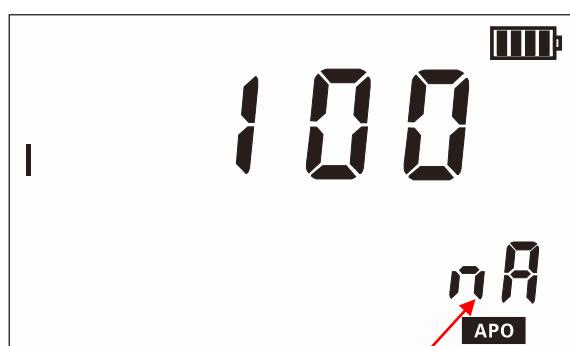
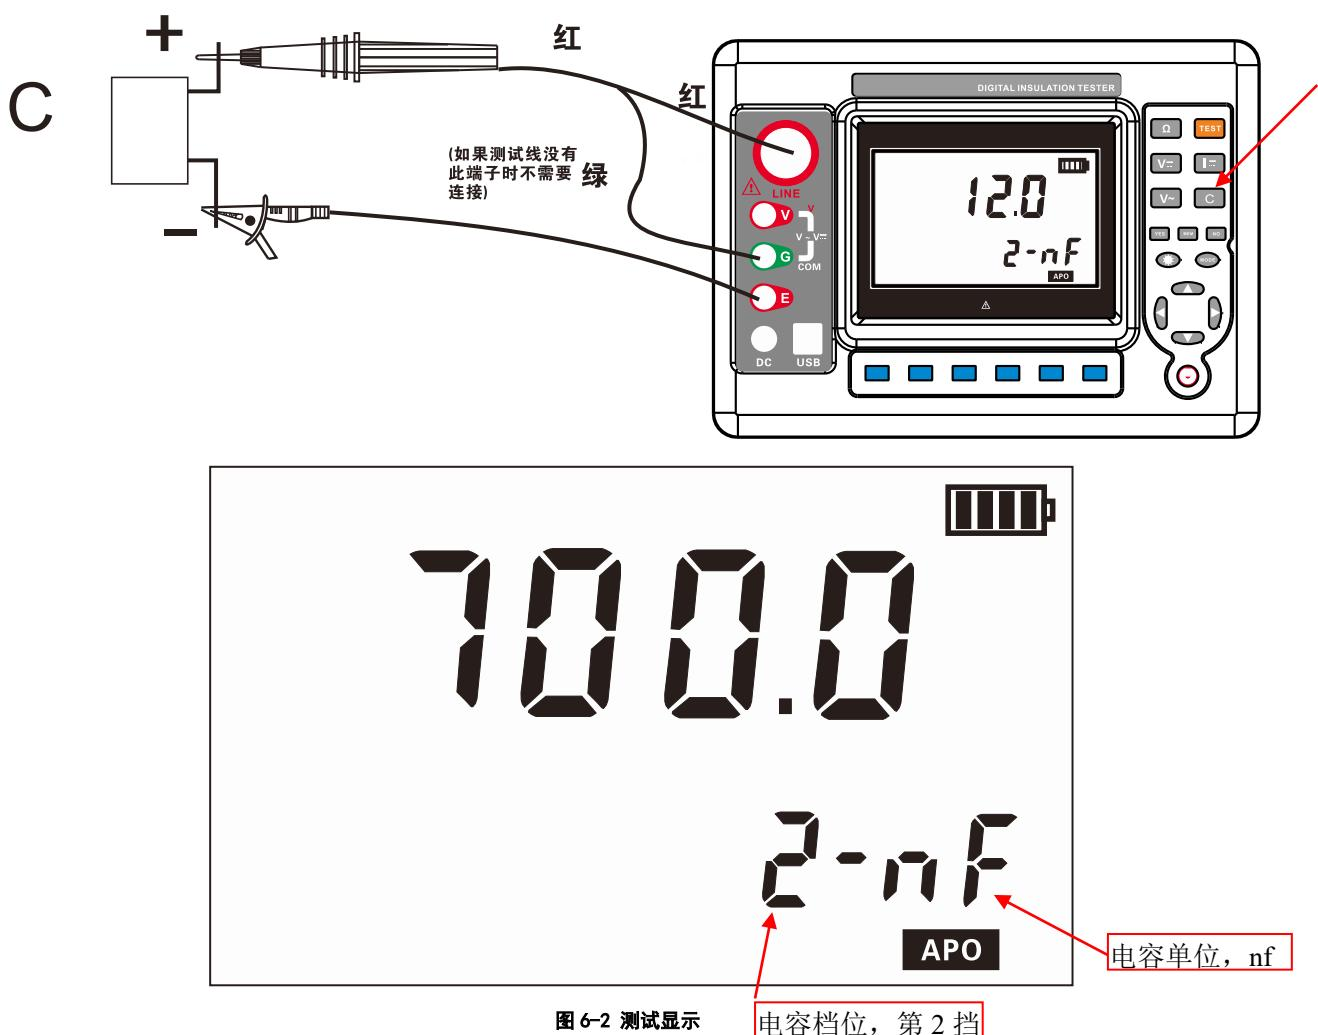

图 5-1 测试过程显示
图 5-2 测试过程显示
2. 电流测试过程中 mA 单位显示如图 5-2 所示，nA, uA, pA 单位显示如图 5-1 所示。